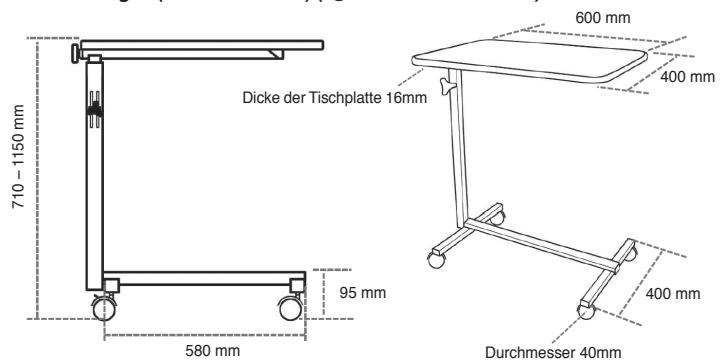

ABBILDUNG 3 Abmessungen
**5 Abmessungen (Maßeinheit: mm) (ℹ️ Siehe ABBILDUNG 3)**